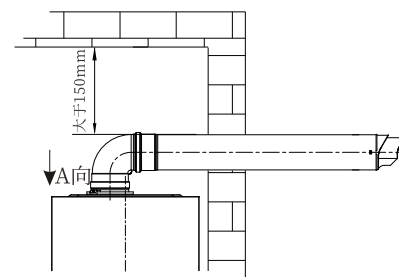

图3.6a
- (1) 同轴烟道的安装要严格按照CJJ12-2013及其它相关标准操作，烟道出口位置与周围建筑物开口的距离选择也要符合其标准要求，如图3.6a所示。
- (2) 为防止同轴烟道上的排气孔和进气孔被堵塞，应将同轴烟道伸出墙外。
- (3) 同轴烟道安装接触或穿过房屋墙壁的管道时，相对环境的表面温升应小于等于60K，当该温升超过60K时，应在同轴烟道通过易燃材料组成的墙体时；必须覆盖厚度在20mm以上的不耐耐高温材料围护，确保墙体表面温升小于等于60K。
- (4) 同轴烟道与其穿过的墙壁上的圆孔之间的间隙，不得用水泥类东西填充，请使用随机附件的烟道法兰密封，否则不利于维修操作。
- (5) 同轴烟道的外表面应与上面的建筑物相距45mm以上。
- (6) 若使用加长管，所有的接口处必须密封，不得使废气漏入室内。
- (7) 烟道口位置必须位于不会造成公害的地方。
- (8) 壁挂炉必须与同轴烟道连接且须导出室外（如3.6b），没有烟管，停止壁挂炉运行。
- (9) 排烟温度最高可达到90℃，因此使用排烟管时应注意其材质能否在该温度下长期运行。
- (10) 由于排烟管具有一定的温度，因此不可连接到易受热变形管道上（如不耐高温的塑料管和内部有涂层的管道）。